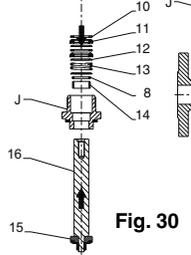

Fig. 30
Version NO (Fig. 30): Re-d**[d]** bunt the new parts in the stuffing box body: lower bearing (14), O-ring (8), 1 chevron support (12), spring (13), 1 chevron support (12), 1 chevron (11), 1 stuffing box gland (10), 1 chevron support (12), 1 chevron (11) and 1 stuffing box gland (10). Fit the unit thus formed on the stem/disc (15-16).
Versions NO (Fig. 30) : Remonter dans le corps du presse étoupe les nouvelles pièces : le palier bas (14), le joint torique (8), 1 support de chevron (12), le ressort (13), 1 support de chevron (12), 1 chevron (11), 1 fouloir (10), 1 support de chevron (12), 1 chevron (11) et 1 fouloir (10).
- NC- und U-Version (Abb. 31):** Montieren Sie den neuen O-Ring (9) und befestigen Sie das Gehäuse der Stopfbuchse (J) mit den Schrauben (B) mit dem Anziehmoment \square . Montieren Sie die neuen Teile in der Stopfbuchsen- und entfernen Sie: unteres Lager (14), O-Ring (8), 1 Dachmanschetten-Unterstützung (12), Feder (13), 1 Dachmanschette (12), 1 Dachmanschette (11), 1 Stopfbuchsenoberteil (10), 1 Dachmanschetten-Unterstützung (12), 1 Dachmanschette (11) und 1 Stopfbuchsenoberteil (10). Schrauben Sie die Bedienergehäuseeinheit (L)/Ventil (E) von Hand fest. Bringen Sie die neue Einheit aus Spindel/Ventilteller (15-16) wieder an. Beenden Sie das Schrauben mit Drehmoment \square . **Version NO (Abb. 30):** Montieren Sie die neuen Teile in der Stopfbuchsen- und entfernen Sie: unteres Lager (14), O-Ring (8), 1 Dachmanschetten-Unterstützung (12), Feder (13), 1 Dachmanschetten-Unterstützung (12), 1 Dachmanschette (11), 1 Stopfbuchsenoberteil (10), 1 Dachmanschetten-Unterstützung (12), 1 Dachmanschette (11) und 1 Stopfbuchsenoberteil (10). Setzen Sie diese Einheit auf die Spindel/Ventilteller (15-16). Montieren Sie den neuen Siegel (9) und befestigen Sie das Gehäuse der Stopfbuchse (J) mit den Schrauben (B) mit dem Anziehmoment \square . Ziehen Sie die Einheit aus Antriebsgehäuse (L) und Ventil (E) mit dem Anziehmoment \square fest. Montieren Sie die Anzeihe (H) mit der dazugehörigen Feder (I) und die Antriebsfeder (5) (Abb. 32-33).
- Versión NC y U (Fig. 31):** Volver a montar la nueva junta tórica (9), y fijar el cuerpo del prensaestopas (J) con la ayuda de los tornillos (B) al par \square . Volver a montar las piezas nuevas en el conjunto prensaestopas: casquillo bajo (14), junta tórica (8), 1 soporte de chevron (12), resorte (13), 1 soporte de chevron (12), 1 chevron (11), 1 pistón (10), 1 soporte de chevron (12), 1 chevron (11) y 1 pistón (10). Atornillar firmemente la unidad del cuerpo de operador (L)/Válvula (E) a mano. Sustituir el nuevo conjunto vástagos/clapet (15-16). Finalizar el atornillado hasta el par de apriete \square . **Versión NO (Fig. 30):** Volver a montar las piezas nuevas en el cuerpo del conjunto prensaestopas: casquillo bajo (14), junta tórica (8), 1 soporte de chevron (12), resorte (13), 1 soporte de chevron (12), 1 chevron (11), 1 pistón (10), 1 soporte de chevron (12), 1 chevron (11) y 1 pistón (10). Acoplar el conjunto formado en el vástagos/clapet (15-16). Volver a montar la nueva junta (9) y fijar el prensaestopas (J) con la ayuda de los tornillos (B) al par \square . Atornillar el conjunto cuerpo de actuador (L) / Válvula (E) al par \square .